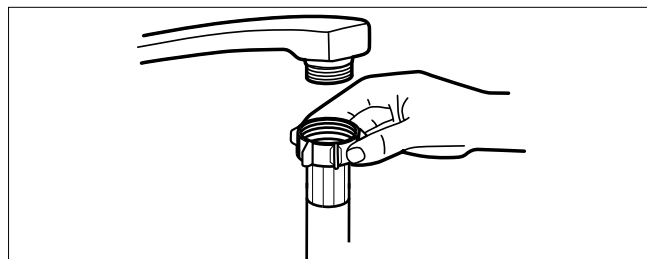

Fig. 5 – Raccordement du tuyau d'eau
- ▶ Raccordez le tuyau d'arrivée d'eau (25) à un robinet d'eau froide avec un filetage de 3/4" (voir Fig. 5).